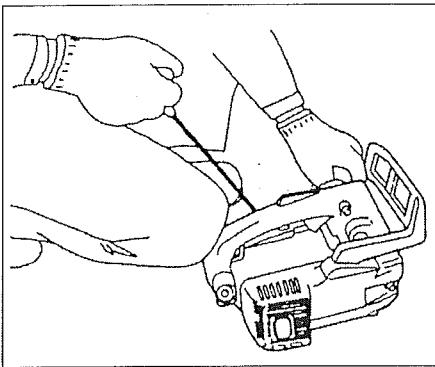

Fig.2-4
1. Set ignition switch (1) to ON position. Push priming bulb (5) several times so that fuel flows through bulb into carburetor. (If so equipped)
2. With the safety trigger (2) pressed pull throttle trigger (4) and push throttle lock (3), then slowly release the throttle trigger first, then the safety trigger. This will lock the throttle in starting position.
4. Pull recoil starter briskly, taking care to keep the handle in your grasp and not allowing it to snap back. (Fig.2-4)
1. Placez le commutateur d'arrêt (1) en position "marche" (ON). Presser la poire de la pompe d'amorçage (5) (si la machine en est munie) à plusieurs reprises pour que le carburant puisse s'écouler vers le carburateur.
2. Tout en appuyant sur la gâchette de sécurité (2) pressez la commande des gaz (4) et pousser le dispositif de verrouillage de celle-ci (3), puis relâchez ensuite lentement la commande des gaz, puis la gâchette de sécurité. Ceci verrouillera la commande des gaz dans la position de démarrage.
4. Tirer vivement sur la poignée du lanceur à retour automatique, faire attention de ne pas relâcher la poignée brusquement mais d'accompagner son retour (Fig. 2-4).
1. Spostare l'interruttore di accensione (1) su ON. Premere ripetutamente il bulbo della pompa di adescamento (5) per far affluire la miscela al carburatore attraverso il bulbo. (se la macchina ne è fornita)
2. Con il comando di sicurezza (2) premuto, premere il comando dell'acceleratore (4) e premere il pulsante di blocco del gas (3), quindi rilasciare lentamente prima il comando dell'acceleratore e poi il comando di sicurezza. Questa operazione fa rimanere bloccato il comando dell'acceleratore nella posizione di avviamento.
4. Tirare l'avviatore autoavvolgente rapidamente, facendo attenzione a tenere saldamente l'impugnatura in modo che non sfugga dalla presa e non scatti all'indietro. (Fig. 2-4)
1. Den Zündschalter (1) auf ON stellen.
- \* Die Ansaugpumpe (5) mehrmals betätigen, damit Kraftstoff durch die Pumpe in den Vergaser fließt. (Optional)
2. Bei hineingedrücktem Sicherheitshebel (2) den Gashebel (4) betätigen und den Drosselklappenfeststeller (3) drücken. Danach langsam zunächst den Gashebel und dann den Sicherheitshebel loslassen. Die Drosselklappe ist nun in Anlaßposition festgestellt.
4. Den Griff gut mit der Hand festhalten, um Rückschläge zu verhindern, und dabei in kräftigen, schnellen Bewegungen am Zugstarter ziehen. (Fig. 2-4)
1. Fijar la llave de ignición (1) en la posición ON (encendida).
- \* Empujar varias veces el bulbo cebador (5) de manera que el combustible fluya a través del bulbo hacia el carburador. (Si está provista)
2. Con el gatillo de seguridad (2) presionado, tirar del gatillo del acelerador (4) y empujar la traba del acelerador (3) y luego aflojar lentamente primero el gatillo del acelerador y luego el gatillo de seguridad. De esta manera, quedará bloqueado el acelerador en la posición de arranque.
4. Tirar energicamente del arrancador de recuperación, tomando la precaución de mantener la manija bien sujetada evitando que salte de las manos. (Fig. 2-4)
1. Skjut stoppknappen (1) i ON-läge.
- \* Tryck på dekompressionsventilen (1) (om sådan finns, ventilen kommer att återgå när motorn startas).
2. Håll gasreglagespärren (2) nedtryckt, tryck på gasreglaget (4) och tryck in gasspärren (3). Släpp därefter först gasreglaget och därefter gasreglagespärren långsamt. Då läses gasreglaget i startläget,
4. Drag snabbt i starthandtaget Var noga med att hålla fast handtaget i handen, så att det inte släpps tillbaka. (Fig. 2-4)